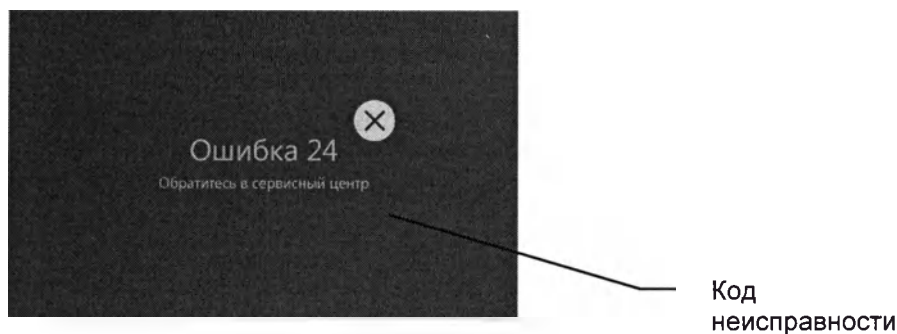

Рис. 25. Пример сервисной ошибки
- Сервисные (рис. 25) — возникают при выходе из строя электронных компонентов стимулятора. Индикация ошибки сопровождается кодом неисправности. При возникновении этой неисправности следует обратиться в сервисный центр ООО «Нейрософт».